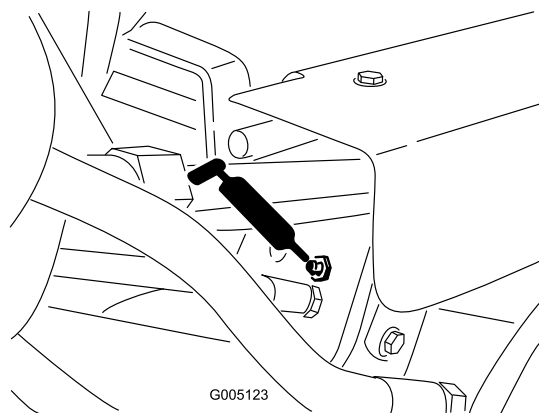

Figura 40
- Cilindros de elevação (3) (Figura 40)